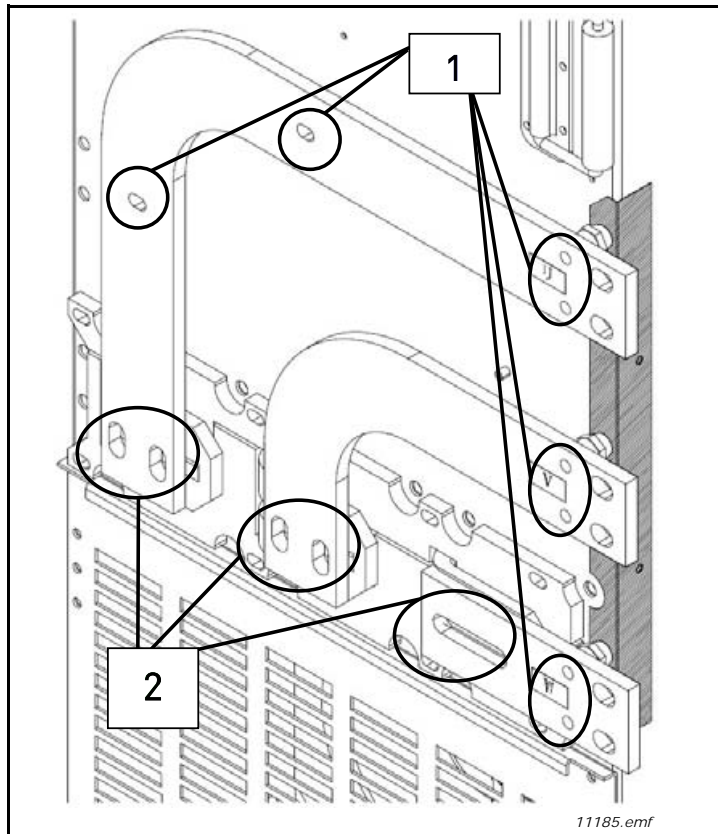

Abbildung 26. Anschluss rechte Seite
1. Lösen Sie die in Abbildung 26 mit 1 nummerierten Befestigungen.
2. Lösen Sie die in Abbildung 26 mit 2 nummerierten Befestigungen.